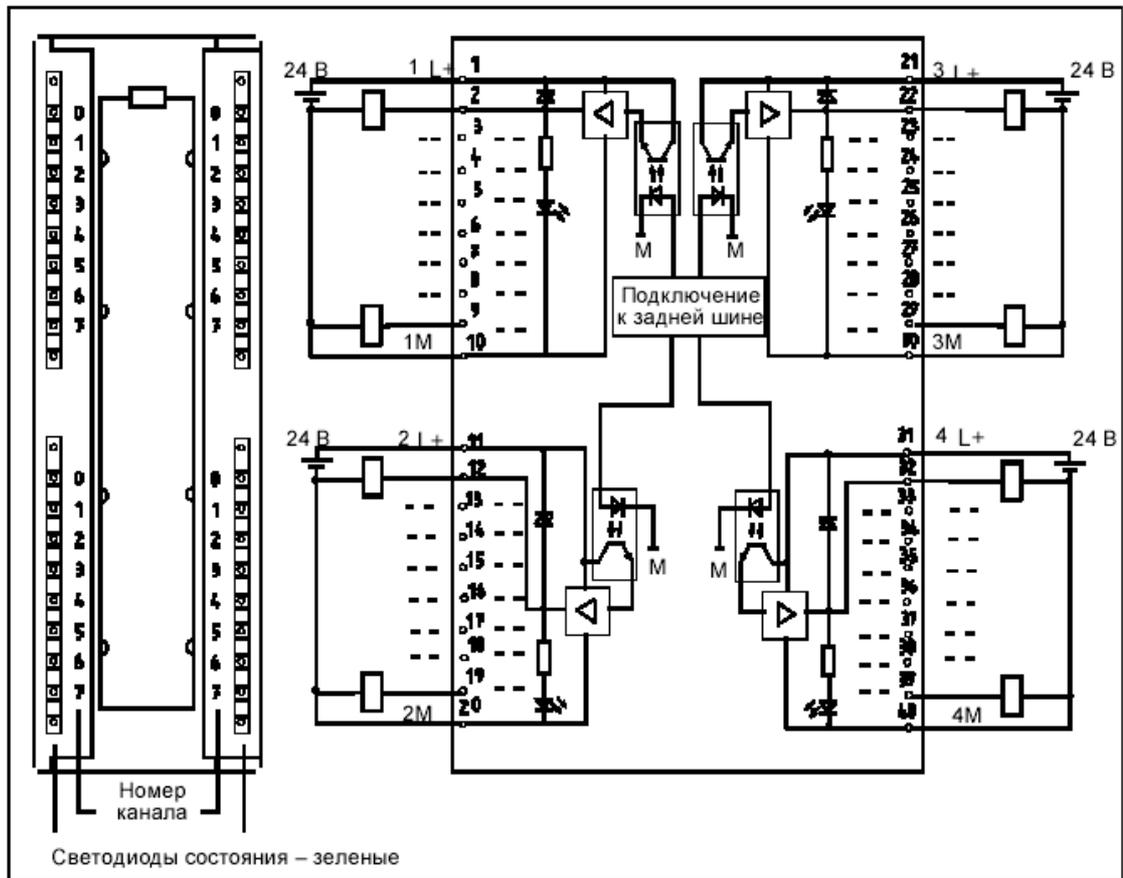

Рис. 5.5
5.3.2.2 Схема подключения и принципиальная схема модуля приведены на рис. 5.5.